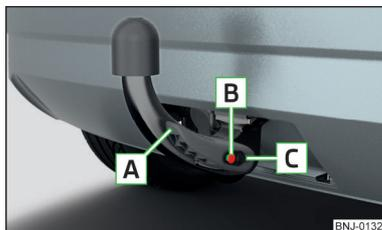

Fig. 157
**Barra de cabeza esférica fijada correctamente** » fig. 157